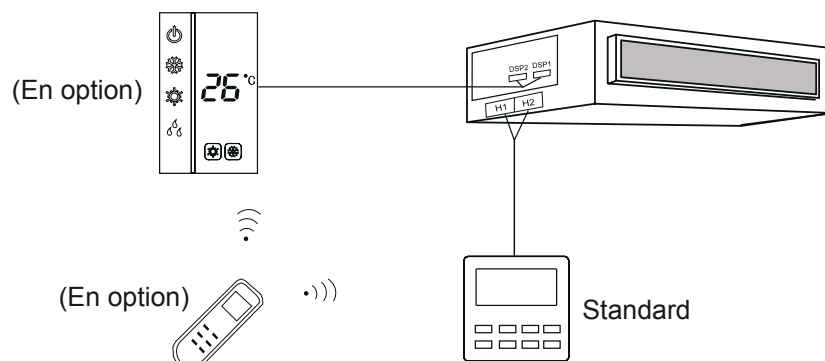

Fig 5.4.3
- 3) La commande filaire et la carte de réception de signal peuvent être installées en même temps. En cas d'utilisation de la télécommande, aussi bien la commande filaire que la carte de réception de signal peuvent recevoir des signaux, comme indiqué sur la Fig 5.4.3.